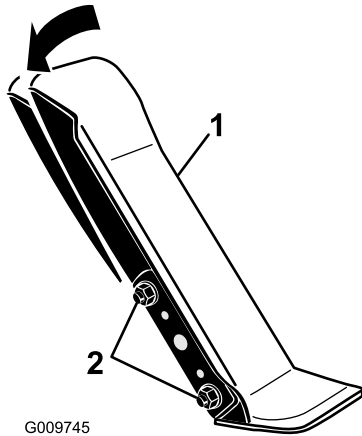

Figura 80
1. Desaperte as duas porcas e parafusos que fixam o lado esquerdo do pedal de tração ao suporte (Figura 80).
2. Rode o pedal para o ângulo de funcionamento pretendido e apertar as porcas (Figura 80).